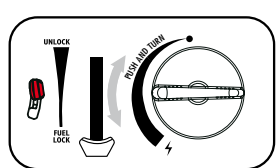

fig. 5
7. Zet de bedieningsknop in de gewenste stand (fig.5) Zet de patroonhendel (6) tijdens het gebruik nooit in de stand "UNLOCK"!